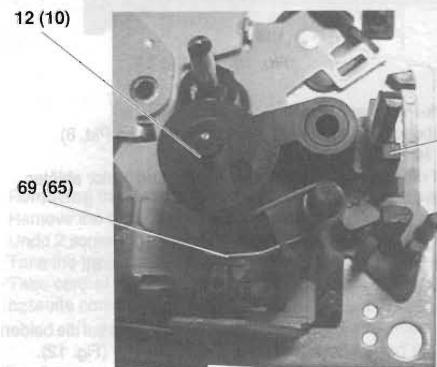

Fig. 15
- Rastnase **(N)** (Fig. 15) ausrasten und die Andruckrolle **10** bzw. **12** abziehen.
- Disengage the locking lug **(N)** and pull out the pressure roller **10** or **12** (Fig. 15).